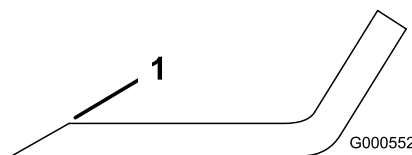

Bild 76
1. Schärfen Sie die Schnittkante an beiden Enden des Schnittmessers mit einer Feile (Bild 76).
Hinweis: Feilen Sie, wenn das Schnittmesser nicht ausgewuchtet ist, vom Flügelbereich des Messers etwas Metall ab (Bild 76).